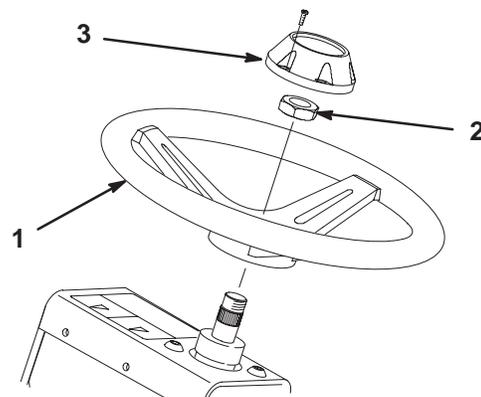

Bild 5
2. Befestigen Sie das Lenkrad mit der Klemmmutter (Bild 5) an der Welle und ziehen Sie sie auf 47 Nm fest.
3. Montieren Sie den Deckel mit der Schraube am Lenkrad (Bild 5).